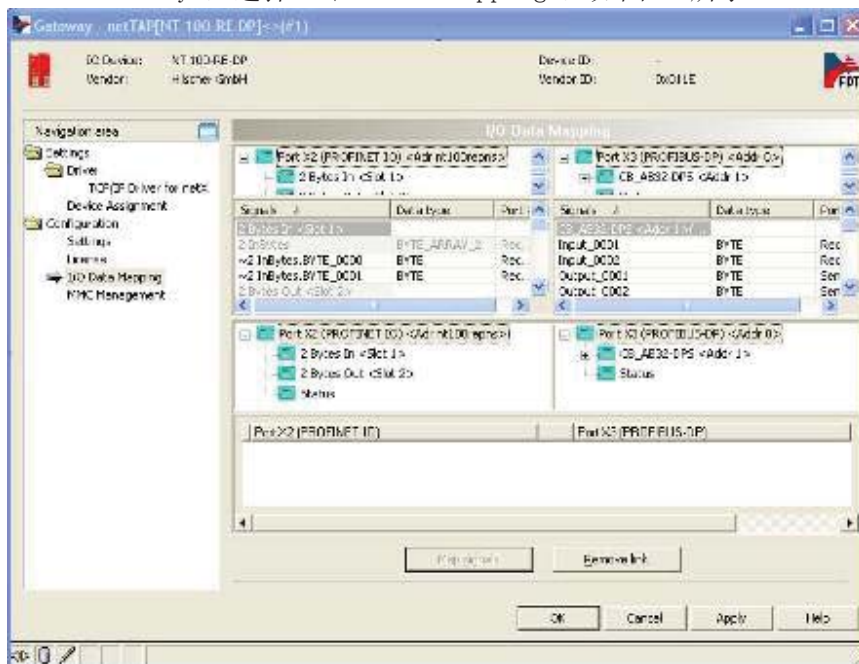

图 23
(23) PROFIBUS 协议参数配置完成后单击“OK”回到主界面，右击 NT 100 图标，选择“Configuration”“Gateway”，选择“I/O Data Mapping”，如图 23 所示：